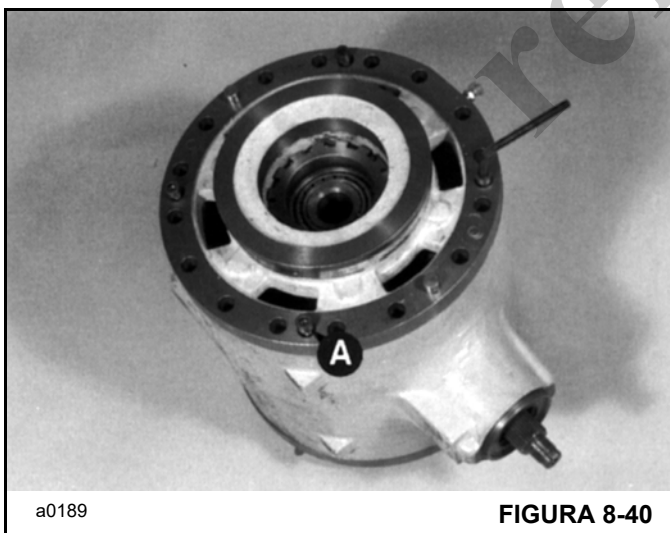

FIGURA 8-40
10. Aplique Loctite® 275 a la superficie de acoplamiento de la cabeza motriz. Instale la caja de émbolo de freno. Asegúrese que las marcas hechas durante el desarmado estén alineadas. Instale los pernos **A** (Figura 8-40) (vea la nota) y apriételos a 56 Nm (42 lb-pie). El par de apriete se aplica a ambas cajas de émbolo.